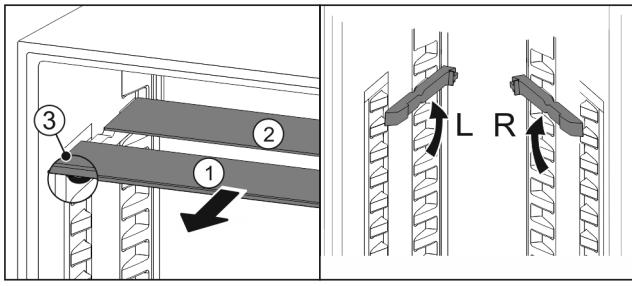

Fig. 112
- Пусніть Fig. 112 (1) скляну панель вперед.
- Скляна панель Fig. 112 (1) з декоративною планкою лежить спереду.
- Стопори Fig. 112 (3) показують вниз.